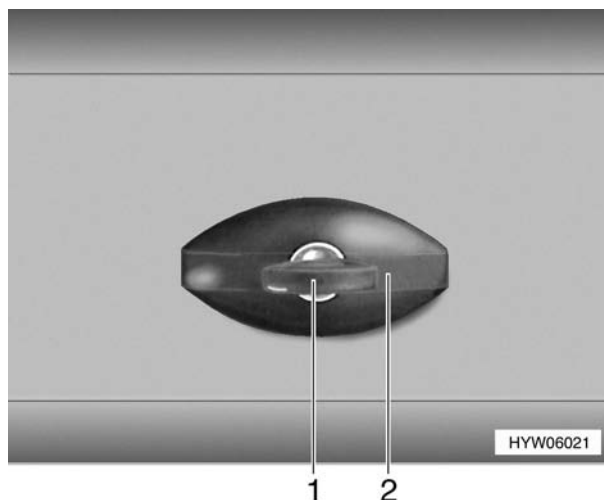

Fig. 16 Serratura dello sportello (variante 1), chiusa
▷ In caso di pioggia è possibile che dell'acqua penetri nella serratura aperta dello sportello. Chiudere perciò la maniglia della serratura (Fig. 16,2) come illustrato in Fig. 16.
- Inserire la chiave nel cilindro della serratura (Fig. 16,1) e girare in senso antiorario di un quarto di giro. La maniglia della serratura (Fig. 16,2) scatta all'infuori.
- Girare la maniglia della serratura in senso orario (Fig. 16,2) fino in posizione orizzontale. La serratura dello sportello è ora bloccata, ma non è chiusa.
- Inserire la chiave nel cilindro della serratura (Fig. 16,1).